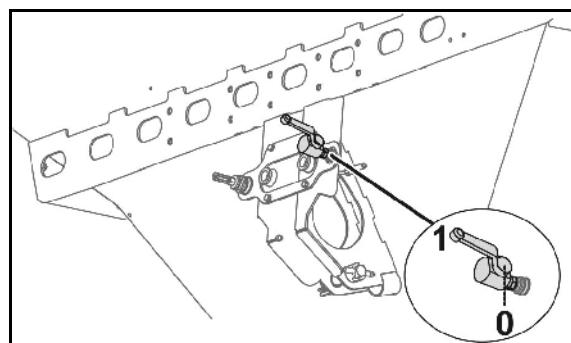

Рис. 66
- устройство переключения техколей закрывает в распределительной головке посредством заслонки (Рис. 66/1) подвод посевного материала к семяпроводам (Рис. 66/2) сошников техколеи;
Подача посевного материала к сошникам техколеи прерывается, как только электромотор (Рис. 66/3) закрывает соответствующие семяпроводы (Рис. 66/2) в распределительной головке.
Датчик (Рис. 66/4) проверяет, надлежащим ли образом работают заслонки (Рис. 66/1), открывающие и закрывающие семяпроводы (Рис. 66/2).